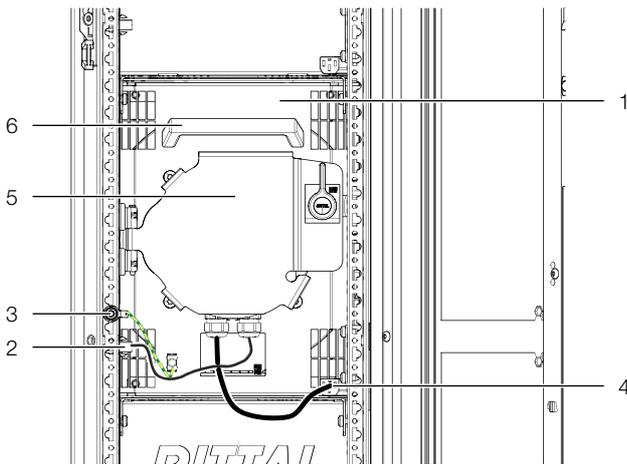

Abb. 47: Lüftermodul im Lüftereinschub
- Lösen Sie links und rechts die beiden Anschlussstecker DC und AC des Lüfters (Abb. 47, Pos. 2 und 4).
- Lösen Sie die Erdungsverbindung am Lüfter (Abb. 47, Pos. 3).
Stellen Sie beim Anschluss sicher, dass die beiden Kabel des Lüfters nicht zu nah aneinander über längere Strecken parallel zueinander geführt werden. Abb. 47 zeigt eine optimale Verlegung der Kabel.